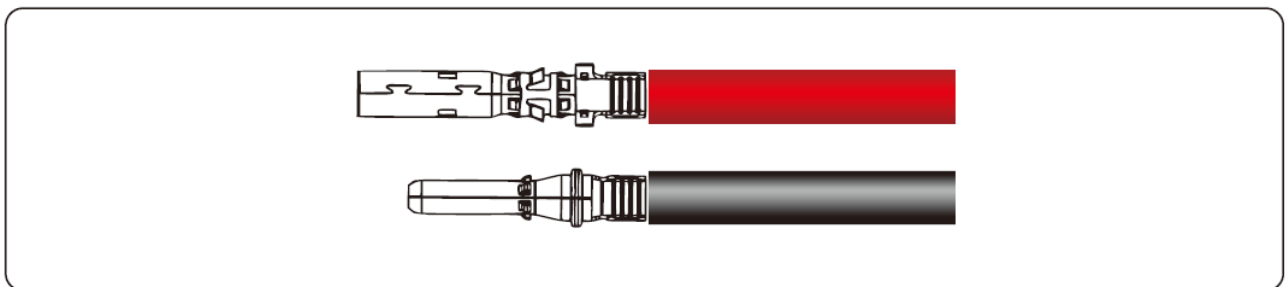

Figura 5.12 Crimpatura di un connettore metallico
**Fase 2** Inserire le aree esposte dei cavi di alimentazione positivi e negativi nei terminali metallici dei connettori positivi e negativi, rispettivamente, e crimparli con una pinza a crimpare, come mostrato nella Figura 5.12.